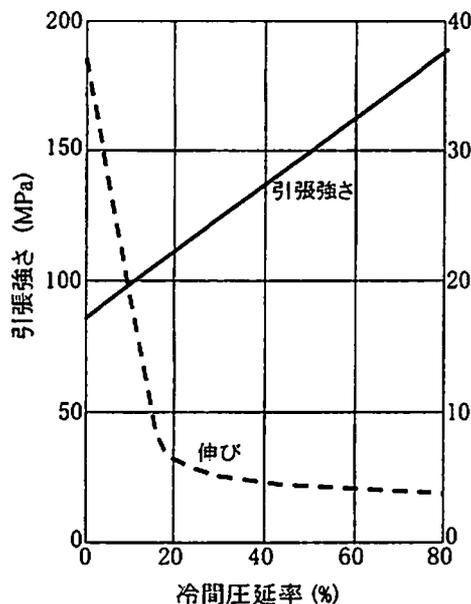
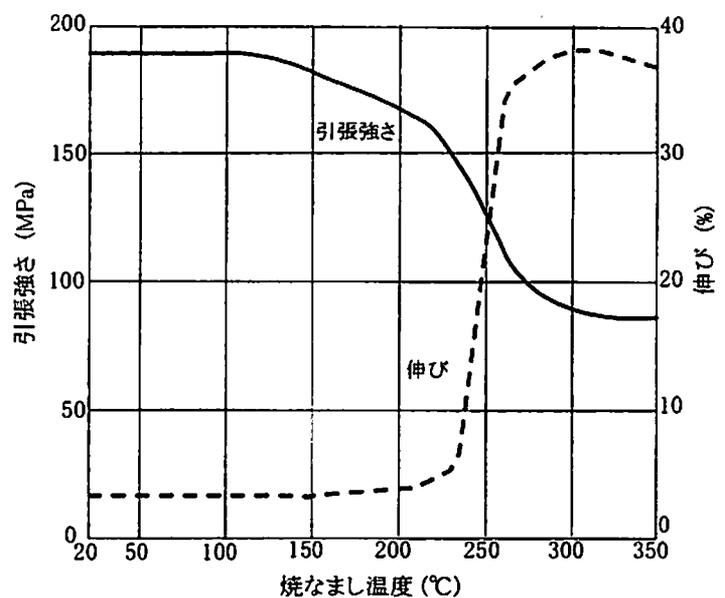

図3-1 冷間圧延率と機械的性質の関係
図3-2 焼なまし温度と機械的性質の関係
問2. 加工や熱処理によって必要な材料特性を得ることを調質という。図3-1は冷間圧延して調質した工業用純アルミニウム展伸材試料の機械的性質の変化である。また図3-2は80%冷間圧延した試料に各温度で一定時間の焼なましを行って調質した試料の機械的性質の変化である。次の(1)～(4)に答えよ。
- (1) 完全に焼なました試料を冷間圧延すると、図3-1に示すように圧延率の増加とともに引張強さは上昇し、伸びが減少する。この原因について説明せよ。
- (2) 図3-2に示すように、冷間圧延した試料を焼なますと、120～200℃で徐々に軟化する。この原因について説明せよ。
- (3) 焼なまし温度が約230℃になると、引張強さは急激に低下し、伸びは大きく上昇する。この原因について説明せよ。
- (4) 引張強さが120MPaで、かつ成形加工性に優れた試料を得るには、冷間圧延のみではなく、冷間圧延後焼なましを行う必要がある。図3-1と図3-2を用い、この理由について説明せよ。